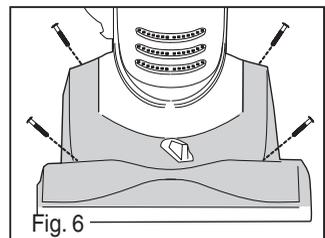

Fig. 6
- 8) Vuelva a colocar los 4 tornillos (Fig. 6).